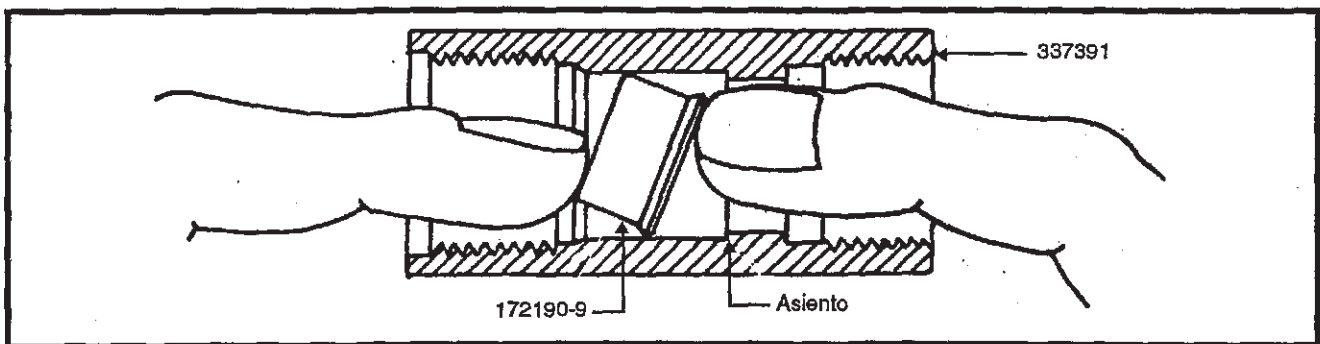

Figura 6: Instalación del sello 172190-9
- b. Introduzca el sello lateralmente dentro del fiador (figura 6).
- c. Ejercer presión con los dedos a ambos lados del sello a través de los extremos del fiador. El sello se puede forzar para que caiga en su posición contra el asiento. (figura 6).